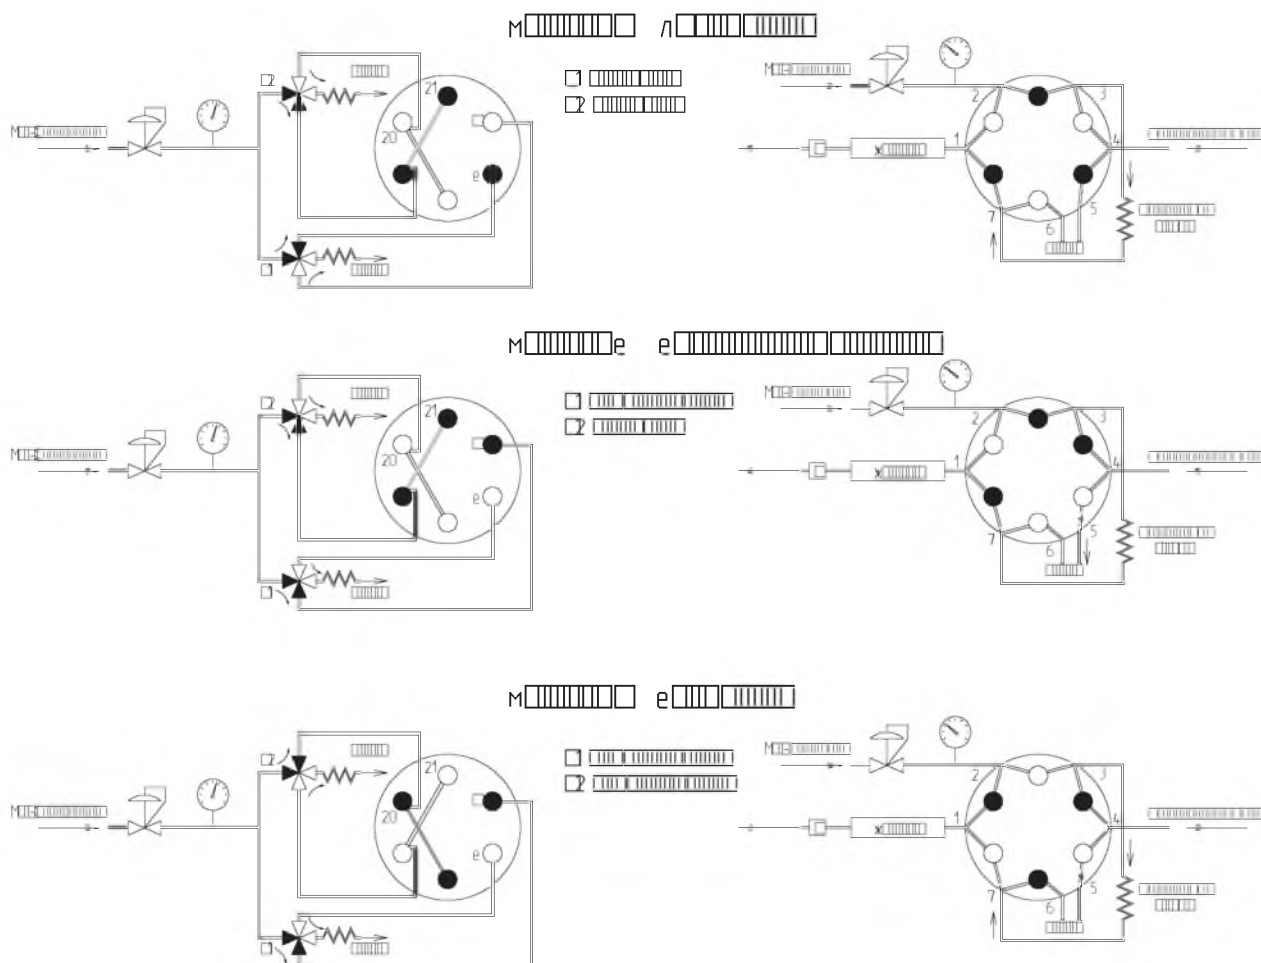

Рис.6 Кран-дозатор – Функциональная схема
Работа крана-дозатора DSV/107 проходит в три этапа (Рис.6):
- отбор пробы (позиция А, рис.6);
- выравнивание давления анализируемого газа в дозирующей петле с атмосферным давлением (позиция В, рис.6);
- ввод пробы (позиция С, рис.6).